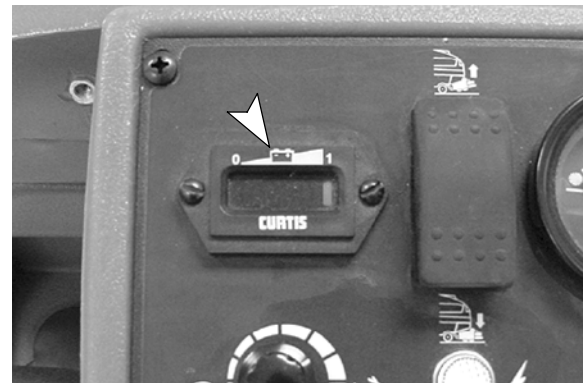

FIG. 11
- Vérifiez le niveau de l'indicateur de charge des batteries (Figure 11). Si l'indicateur commence à clignoter, arrêtez le brossage et transportez la machine dans la zone de rechargement. Si les deux témoins commencent à clignoter en alternance, la fonction de nettoyage est automatiquement arrêtée et la tête de brossage se lève en position de transport. Ceci permet de protéger les batteries contre un déchargement total. Rechargez immédiatement les batteries.